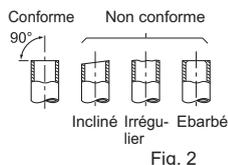

Fig. 3
- Lors du raccordement du tuyau de vidange à l'enveloppe de chlorure de polyvinyle dure, veillez à l'insérer correctement dans l'enveloppe. (Fig. 3)
- 2) Ebarbez parfaitement la partie tronçonnée du tuyau. (Fig. 3)
- 4) Placez le bouchon de vidange sur la section sur laquelle le tuyau de vidange doit être fixé à l'arrière de l'unité interne. (Fig. 3)